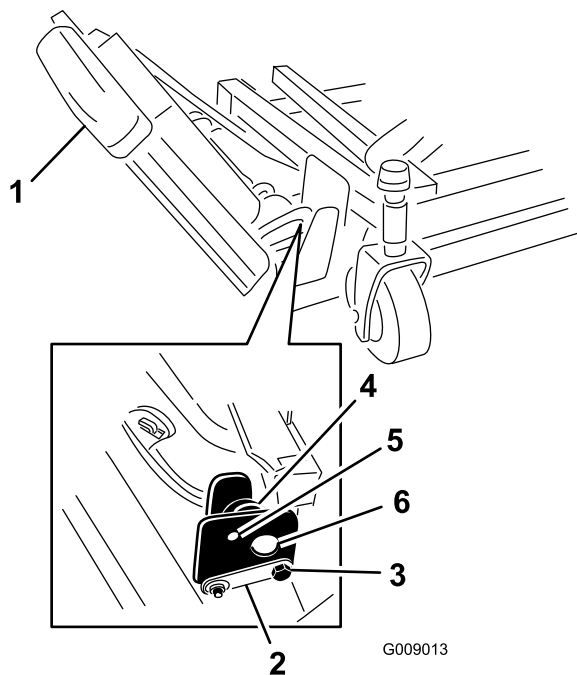

Bild 3
1. Nehmen Sie die Muttern ab, mit denen die vorderen und hinteren Anschlagschrauben an den Befestigungen des rechten Flügelmäherwerks befestigt sind (Bild 3).
hinteren Anschlagschrauben aus den Mäherwerkbefestigungen heraus (Bild 3).